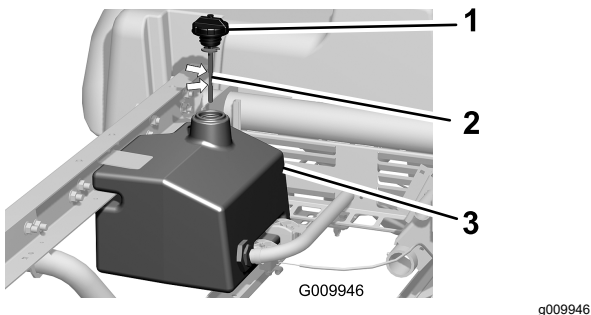

Рисунок 21
1. Очистите зону вокруг заливной горловины и крышки гидравлического бака (**Рисунок 21**).